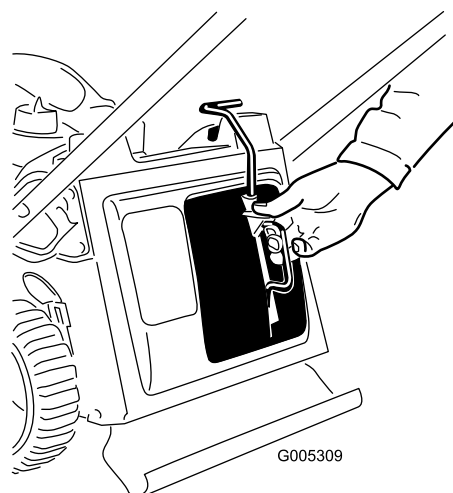
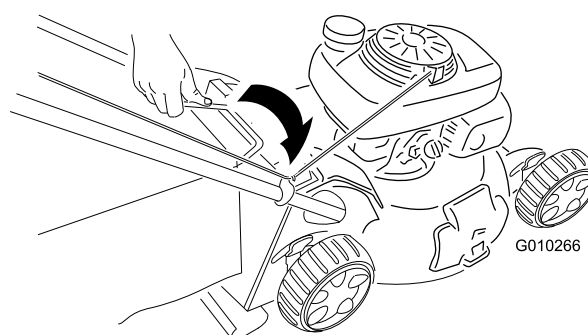

Figura 18
Figura 19
1. Instale el tapón de mulching (Figura 18) o la bolsa de recogida (Figura 19) en la máquina.